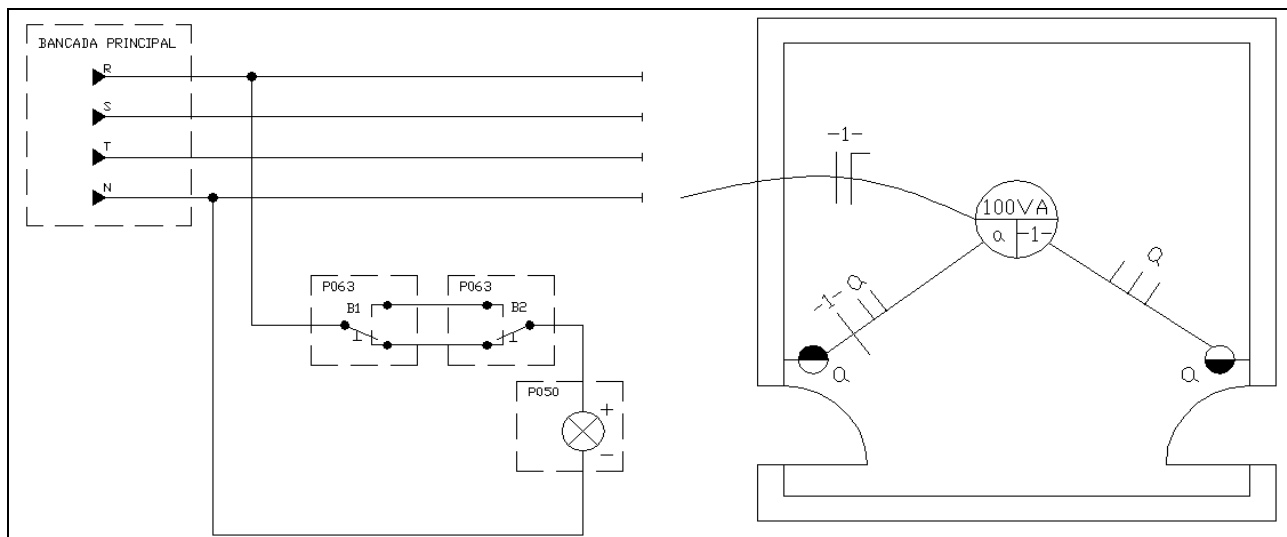

Figura 3 – Ligação de interruptor *three-way* ligando uma lâmpada – dois pontos de comando e diagrama unifilar.
5.3 Monte o circuito da **Figura 3** e avalie o funcionamento do comando de uma lâmpada de dois lugares diferentes (*Three-Way*);